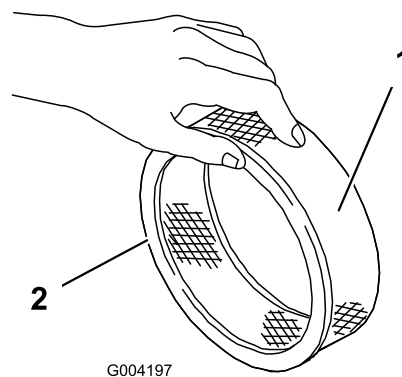

Figura 42
- Controllate che il filtro in carta non sia strappato, che non abbia strati untuosi e che la guarnizione in gomma non sia danneggiata (Figura 42).
1. Fate scorrere attentamente il prefiltro in schiuma sintetica sul filtro di carta (Figura 42).